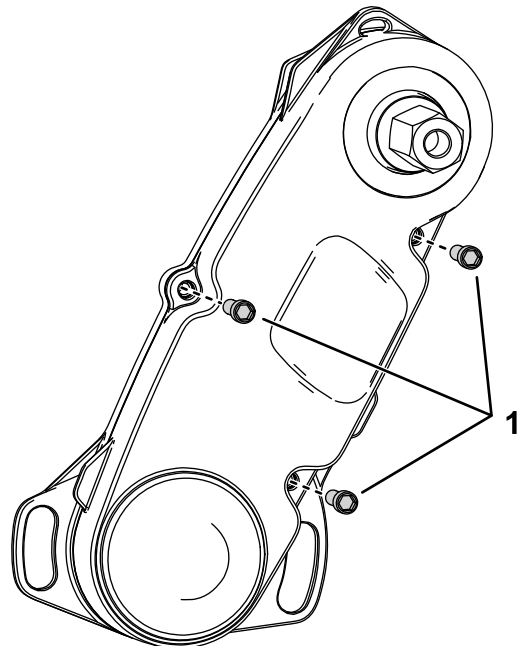

Figura 6
10. Instale la cubierta delantera en el conjunto de transmisión del molinete con los pernos que retiró en el paso 5 (Figura 6).